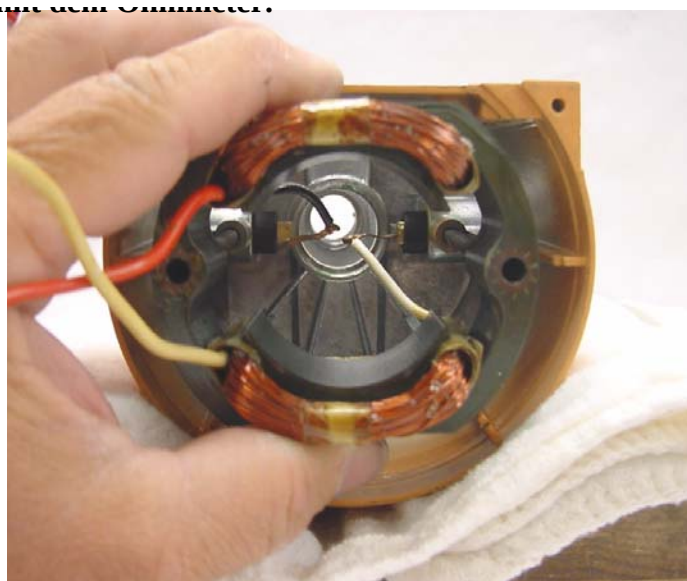

Abb. 36: Stator auf Stehbolzen und in Gehäuserippen einsetzen.
D. Beide Statorstehbolzen einsetzen und mit einer Spitzzange festziehen. Die Zange nur dort ansetzen, wo später der Stator sitzt, damit die Gewinde nicht beschädigt werden. Stator auf die beiden Stehbolzen und in die Führungsrippen des Motorgehäuses schieben (Abb. 36).